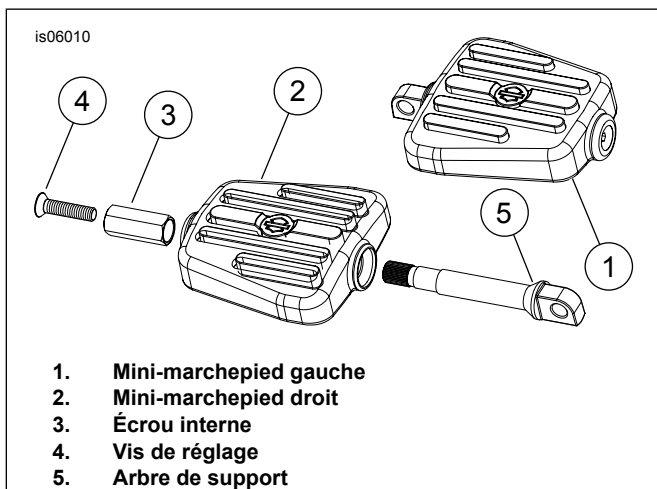

Figure 2. Kit mini-marchepied : 50451-09
- Pour le kit 50451-09, voir Figure 2. Il n'y a aucune pièce de rechange pour ce kit.
6. **Pour ajuster le marchepied : Pour le kit 50451-09**, voir Figure 2.
- a. Retirer la vis de réglage (4).
- b. Retirer partiellement la semelle assemblée (1, 2, 3) de l'arbre de support (5).
- c. Faire tourner la semelle assemblée autour de l'arbre de support. Les dents de l'arbre s'engrèneront avec l'écrou interne (3) tous les 10 degrés.